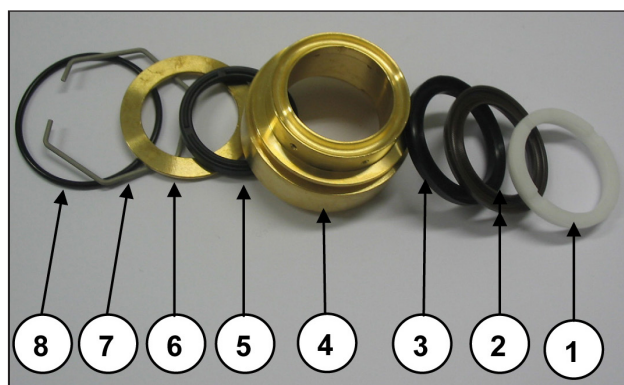

Fig. 44
Prestare attenzione all'ordine di smontaggio del pacco guarnizioni come indicato in Fig. 44 composto da:
- Lubrificare i componenti ②③⑤ (Fig. 44) con grasso al silicone Tipo OCILIS cod. 12001600; tale operazione è ritenuta necessaria anche per facilitare l'assestamento del labbro delle tenute sul pistone.